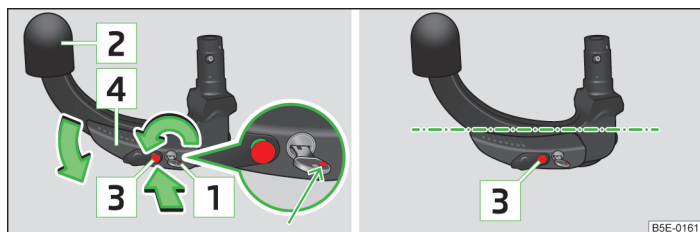

Fig. 102 Reglarea poziției de disponibilitate / poziția de disponibilitate
- Rotiți cheia, în așa fel încât să fie vizibil marcajul **1** » fig. 102.